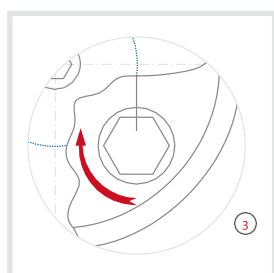

Bild 3.1
- Die zwei Sicherungssinnensechskantschrauben ISO 4762-M3x12 (siehe Teilzeichnung Nr.3) müssen vollständig und in Drehrichtung links herum (siehe Teilzeichnung Bild 3.1) aus der Druckplatte (siehe Teilzeichnung Nr.4) des Thermalauslösers herausgedreht und entfernt werden.